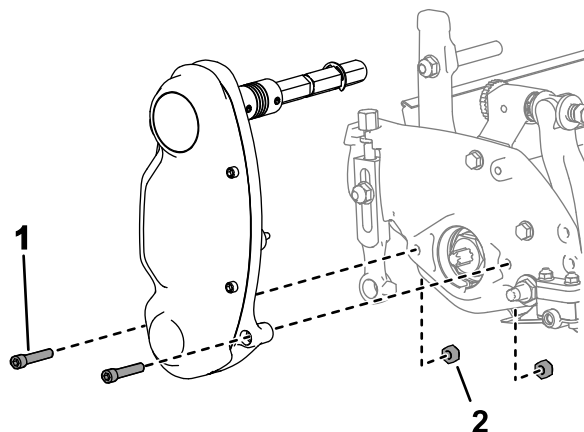

Figure 13
1. Retirez les fixations qui maintiennent le système d'entraînement du cylindre sur la plaque latérale (Figure 13).
2. Retirez les écrous à l'intérieur de la plaque latérale (Figure 13).